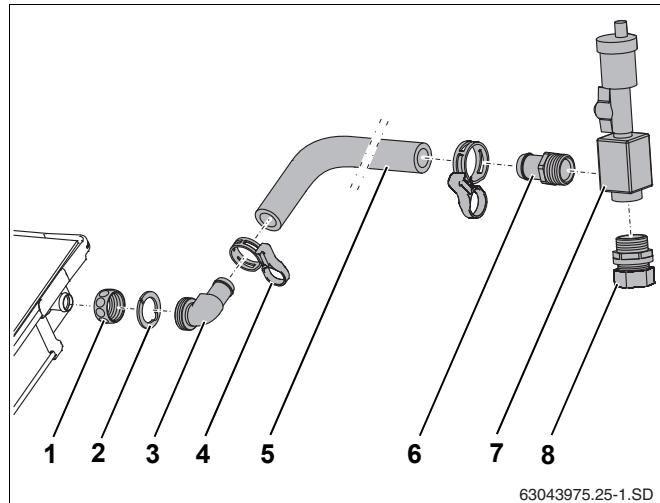

Рис. 38 Подключение шланга солнечного коллектора к штуцеру подающей линии
- ▶ Наденьте накидные гайки (рис. 38, **поз. 1**) на штуцеры коллектора.
- ▶ Уложите зажимную шайбу (рис. 38, **поз. 2**) за выступ штуцера коллектора и нажмите на неё.
- ▶ Выровняйте наконечник с кольцом (рис. 38, **поз. 3**) и затяните накидной гайкой.
- ▶ Наденьте длинный шланг (1000 мм, рис. 38, **поз. 5**) на угловой наконечник и закрепите пружинным хомутом (рис. 38, **поз. 4**).
- ▶ Приверните наконечник R3/4 с кольцом (рис. 38, **поз. 6**) и двойной ниппель с кольцом (рис. 38, **поз. 8**) к воздухосборнику (рис. 38, **поз. 7**).
- ▶ Вставьте наконечник шланга (рис. 38, **поз. 6**) до упора в шланг солнечного коллектора и закрепите пружинным хомутом.
- ▶ Подключите сборную линию к резьбовому соединению с зажимным кольцом (рис. 38, **поз. 8**).